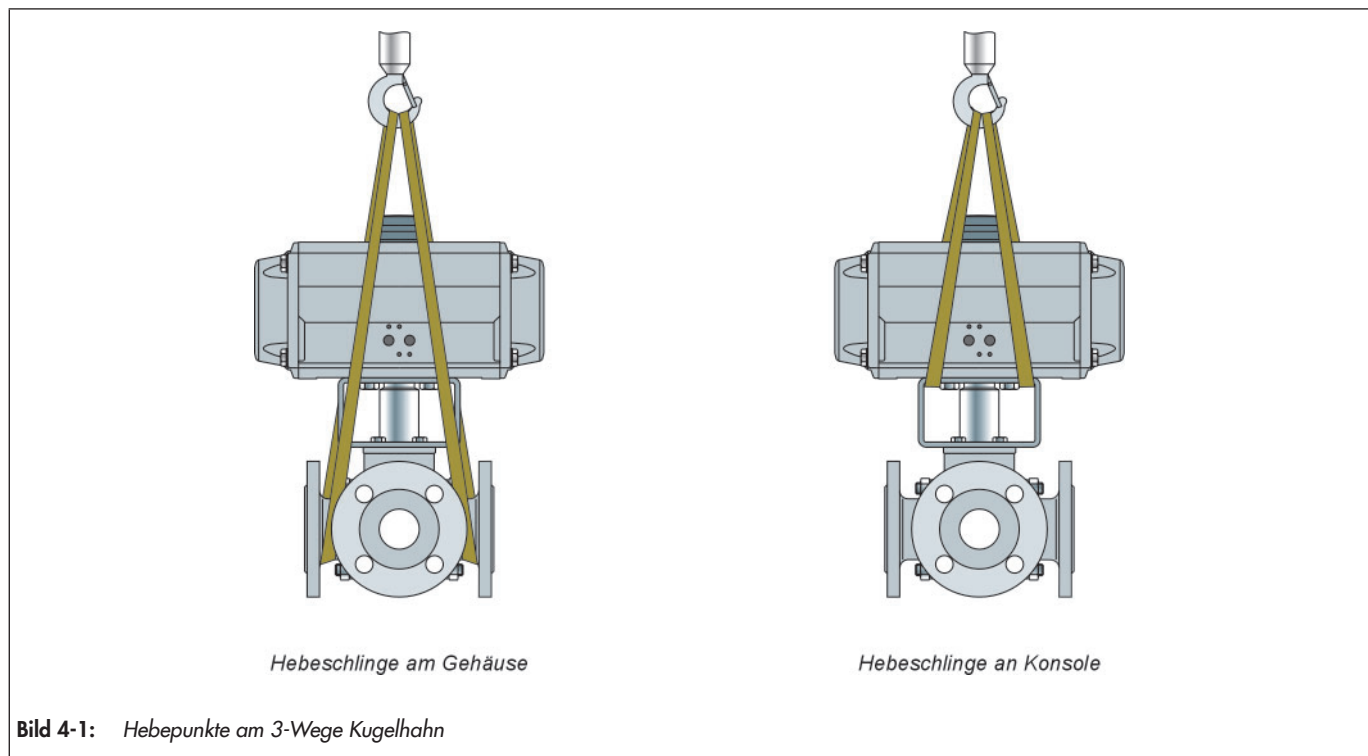

Bild 4-1: Hebepunkte am 3-Wege Kugelhahn
- ⇒ Als Tragmittel einen Haken mit Sicherheitsverschluss verwenden, damit die Anschlagmittel beim Heben und Transportieren nicht vom Haken rutschen können, vgl. Bild 4-1.
- ⇒ Je eine Hebeschlinge an den Flanschen des Gehäuses und am Tragmittel (z. B. Haken) des Krans oder Gabelstaplers anschlagen, vgl. Bild 4-1. Dabei die Sicherheit, Tragfähigkeit und Länge der Hebeschlingen beachten
- ⇒ Je eine Hebeschlinge an der Konsole und am Tragmittel (z. B. Haken) des Krans oder Gabelstaplers anschlagen, vgl. Bild 4-1. Dabei die Sicherheit, Tragfähigkeit und Länge der Hebeschlingen beachten.